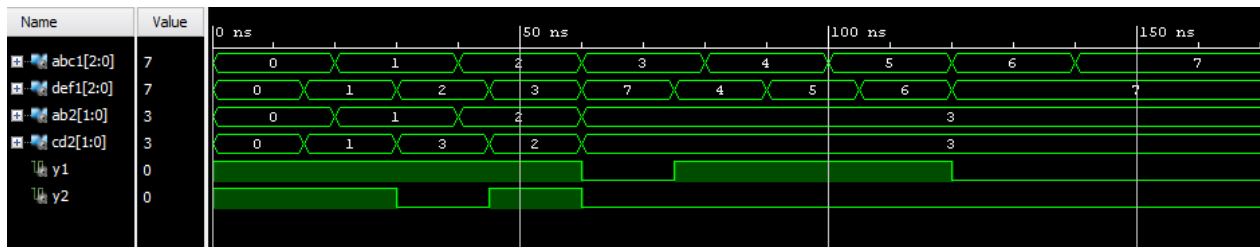

Figura 10. Resultados da simulação do circuito sintetizado no exercício 4.
c) O resultado obtido pela simulação comportamental está presente na Figura 10.